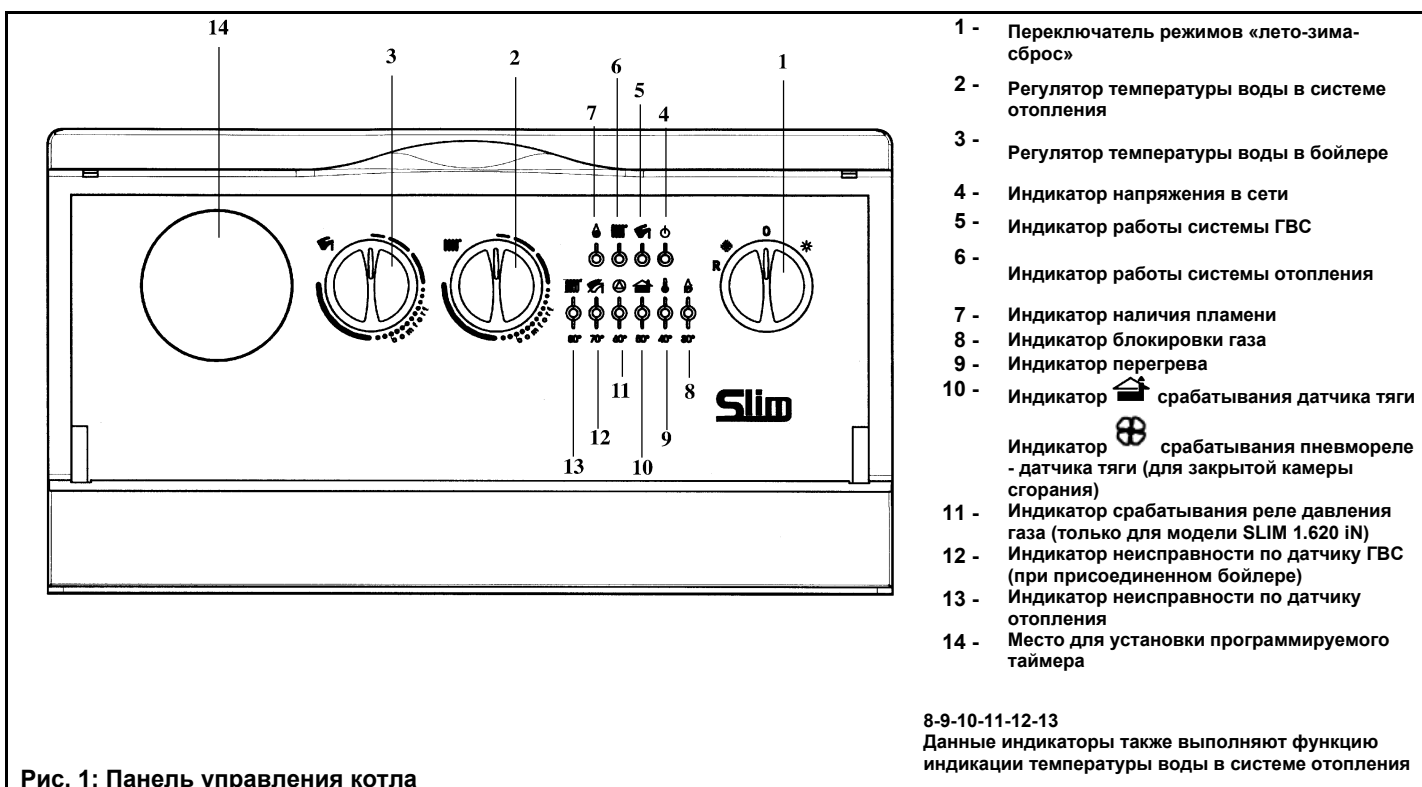

Рис. 1: Панель управления котла
- установить переключатель режимов «лето - зима» (рис. 1, позиция 1) в режим «зима» ❄️;
- установить регулятор температуры воды в системе отопления (рис. 1, позиция 2) на нужное значение.
Важная информация: при переключателе режимов «лето - зима» (рис. 1, позиция 1), установленном в положении «зима» ❄️, перед каждым очередным включением котла по сигналу регулятора системы отопления установлена задержка на несколько минут (для того, чтобы избежать частых включений/выключений). Для того чтобы горелка включилась сразу, переведите переключатель в положение (0), а затем снова установите режим «зима».
Внимание! При первом включении внутри трубы подачи газа могут образоваться воздушные пробки. В таких случаях горелка не будет включаться и произойдет блокировка котла по газу (загорается красная лампочка блокировки котла - рис. 1, позиция 8). При возникновении данной проблемы повторите процесс включения котла до поступления газа в горелку, кратковременно установив перед включением переключатель режимов (рис. 1, позиция 1) в положение R (сброс).
Регулятор температуры воды в бойлере (рис. 1, поз. 3) может использоваться только при наличии накопительного бойлера. В этом случае возможно отрегулировать температуру воды контура ГВС, установив регулятор на нужное значение.
Приоритет ГВС можно отключить, установив регулятор (рис. 1, поз. 3) на минимальное значение в соответствии с
Данное устройство может быть снабжено комнатным термостатом для контроля температуры отопляемого помещения. В этом случае регулятор температуры воды в системе отопления (рис.1, поз. 2) устанавливается в максимальное положение, а сигналы на включение и выключение котла поступают от комнатного термостата.
При отсутствии комнатного термостата температура помещения регулируется косвенным образом при помощи регулятора температуры воды в системе отопления (рис.1, поз. 2); при таких условиях насос системы отопления работает постоянно. Для увеличения температуры повернуть регулятор по часовой стрелке, для уменьшения - против часовой стрелки.
- Установить переключатель режимов (рис. 1, поз. 1) в положение (0), проследив, чтобы лампочка-индикатор (рис. 1, позиция 2) погасла; таким образом прекращается подача электричества на котел.
- переключатель режимов (рис.1, позиция 1) не установлен в положение (0);